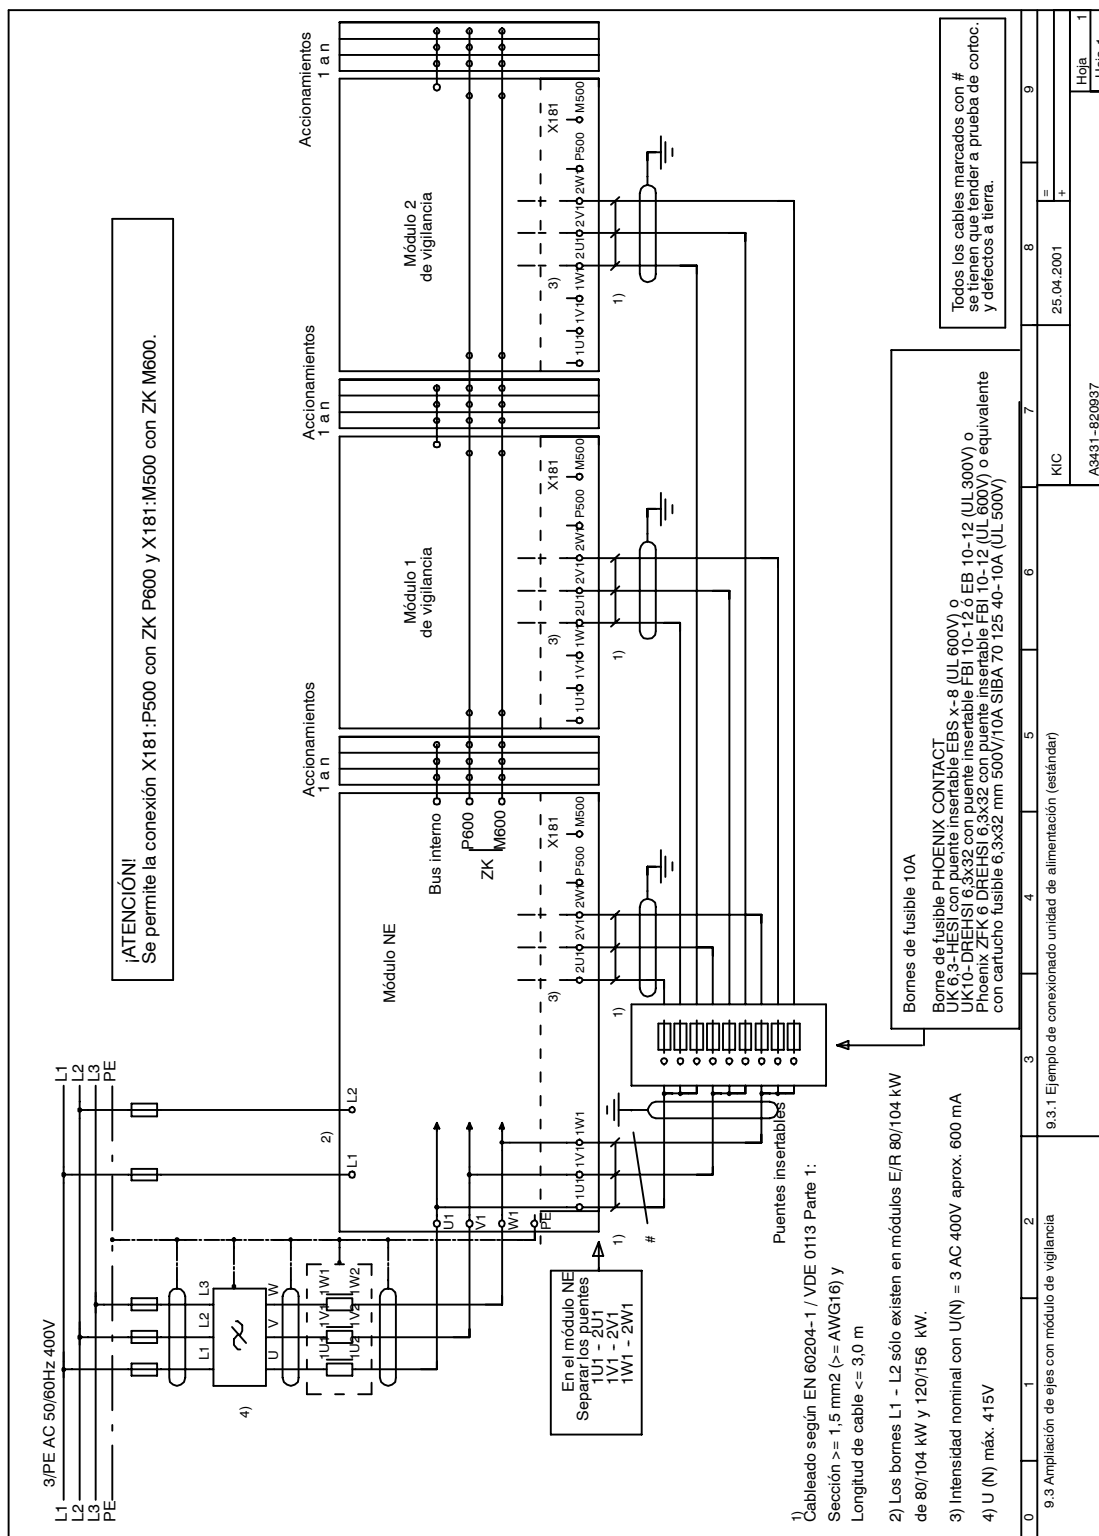

Fig. 8-6 Ejemplo de conexionado unidad de alimentación (estándar)
- Ejemplo de conexionado alimentación (estándar) -->ver fig. 8-6.